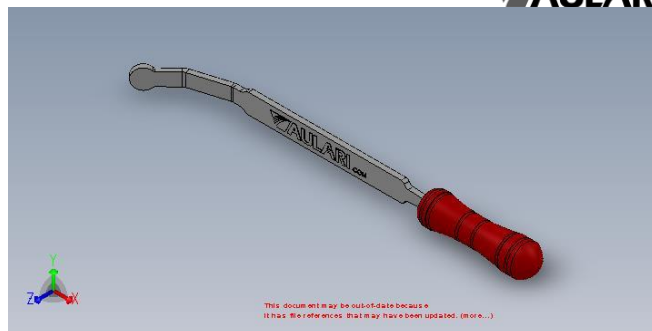

Figure 21
8. Effectuez régulièrement une inspection visuelle du système de distribution, canalure et boîte à air. Nettoyez les canalures, si besoin, avec le grattoir conçu à cet effet [Figure 21].
- 8. Effectuez régulièrement une inspection visuelle du système de distribution, cannelure et boîte à air. Nettoyez les cannelures, si besoin, avec le grattoir conçu à cet effet [Figure 21].
7. Effectuez régulièrement une inspection visuelle du système de distribution, cannelure et boîte à air. Nettoyez les cannelures, si besoin, avec le grattoir conçu à cet effet [Figure 21].
Garder les cannelures de l'arbre à cannelure propre pendant l'utilisation [Figure 22B]. L'accumulation d'engrais sur les cannelures aura pour effet de réduire la quantité d'engrais appliquée au champ. Utiliser le grattoir fourni à cet effet pour l'entretien de celui-ci [Figure 21].